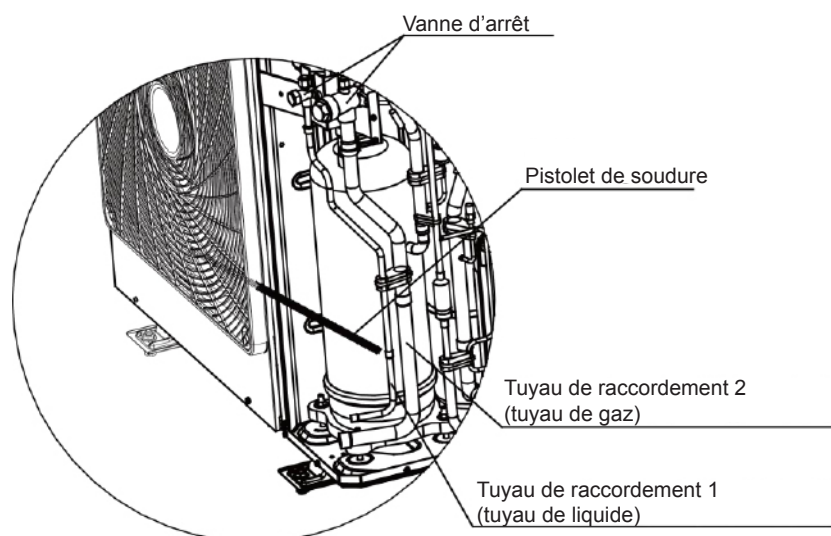
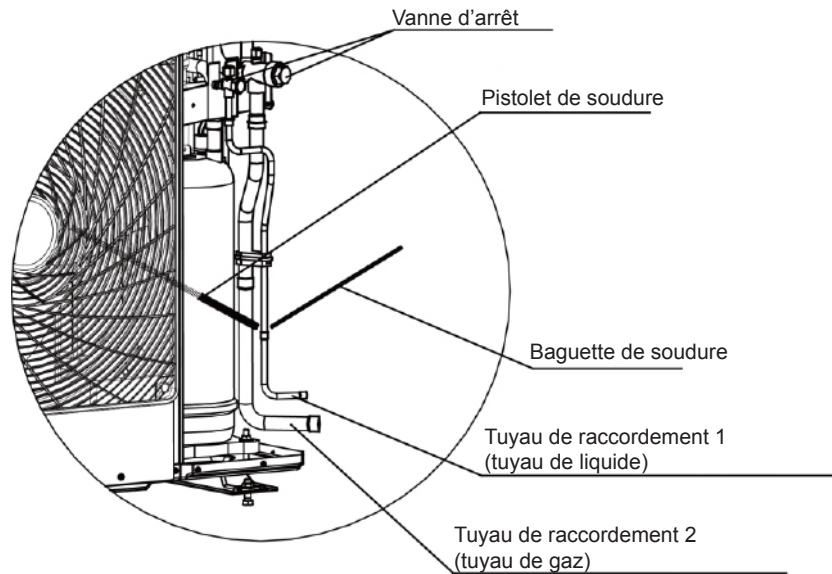

Fig. 17
Fig. 18
- 2) Si le tuyau de raccordement est branché sur le côté, comme indiqué sur les Fig. 17 et Fig. 18, ouvrez les panneaux avant, arrière, et la carte de connexion. Ouvrez ensuite le coton d'insonorisation. Utilisez un pistolet de soudure pour dessouder les tuyaux de raccordement 1 et 2. Tournez-les dans l'angle correct et posez-les dans leur position respective. Étanchéifiez les ouvertures avec une baguette de soudure. Soudez d'abord le tuyau de raccordement 1 (tuyau de liquide), puis soudez le tuyau de raccordement 2 (tuyau de gaz). Au cours de la soudure, il faut utiliser une gaze humide pour envelopper le filtre à proximité du tuyau de raccordement 2 et les deux vannes d'arrêt. Assurez-vous que la flamme ne brûle pas le coton d'insonorisation ou d'autres composants.
- (2) Le tuyau de branchement en Y possède plusieurs sections de tuyau de différentes tailles afin de faciliter la connexion avec de nombreux tuyaux en cuivre. Utilisez un coupe-tuyau pour couper la section de tuyau aux dimensions adéquates, puis retirez les bavures. Voir Fig. 17
- (3) Le tuyau de branchement en Y doit être posé verticalement ou horizontalement.
- 4) Les raccords sur les unités intérieure et extérieure doivent être enveloppés d'isolant thermique et ne laisser aucun espace entre le tuyau et le mur. Voir Fig. 18.